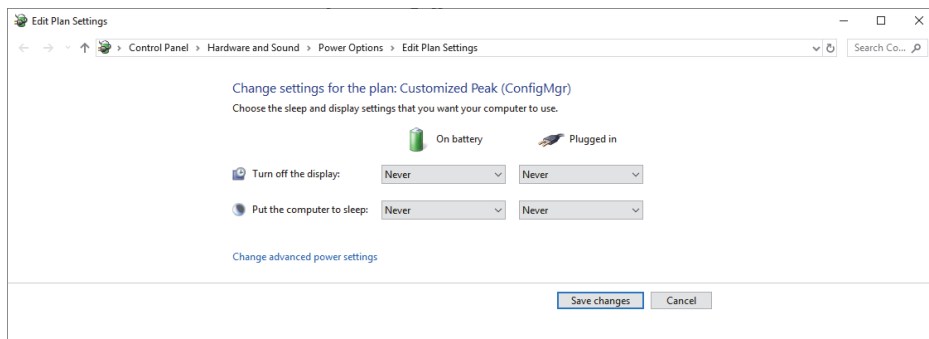

図 1-4 「プラン設定の編集」ダイアログボックス
- b) **「プラン設定の編集」**ダイアログボックスで、**「ディスプレイの電源を切る」**と**「コンピューターをスリープ状態にする」**の両方を**「なし」**に設定します(26 ページの図 1-4)。